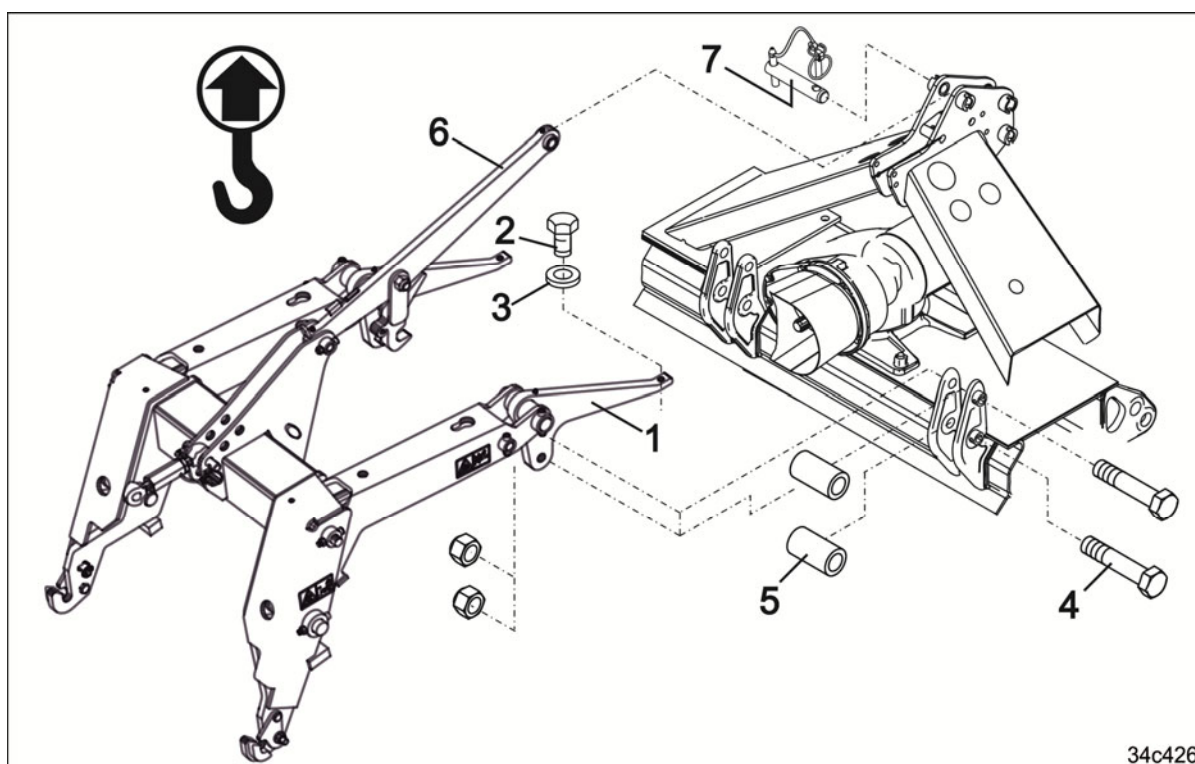

Рис. 82
5. Привинтите кронштейн (Рис. 82/1) к почвообрабатывающей машине:
- о двумя болтами агрегата (Рис. 82/2) с шайбами (Рис. 82/3);
- о 4 болтами (Рис. 82/4) с 4 распорными втулками (Рис. 82/5).
6. Закрепите верхнюю тягу (Рис. 82/6) пальцем (Рис. 82/7) и вставьте пружинный фиксатор.